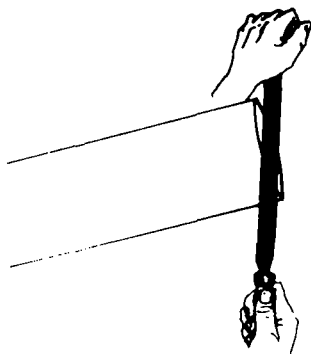

FIG. 12
9.º Passo — Prenda ou apoie o tubo para facilitar a remoção das rebarbas internas e externas (fig. 12).